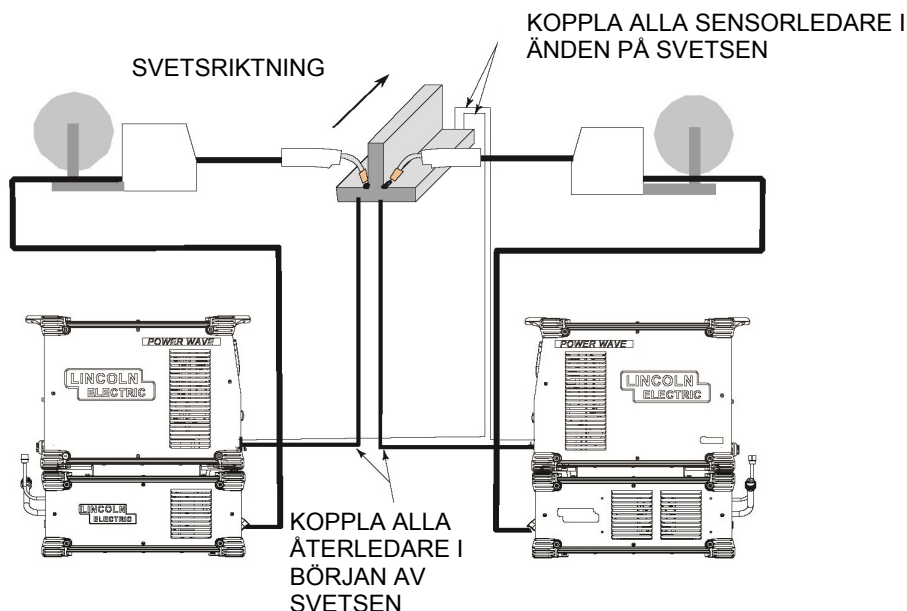

Bild 4
- **Vid långsgående svetsningska** alla återledare kopplas till ena änden av svetsen och alla spänningssensorledare i motsatt ände. Svetsa i riktning från återledarna mot sensorledarna. (Se bild 4).